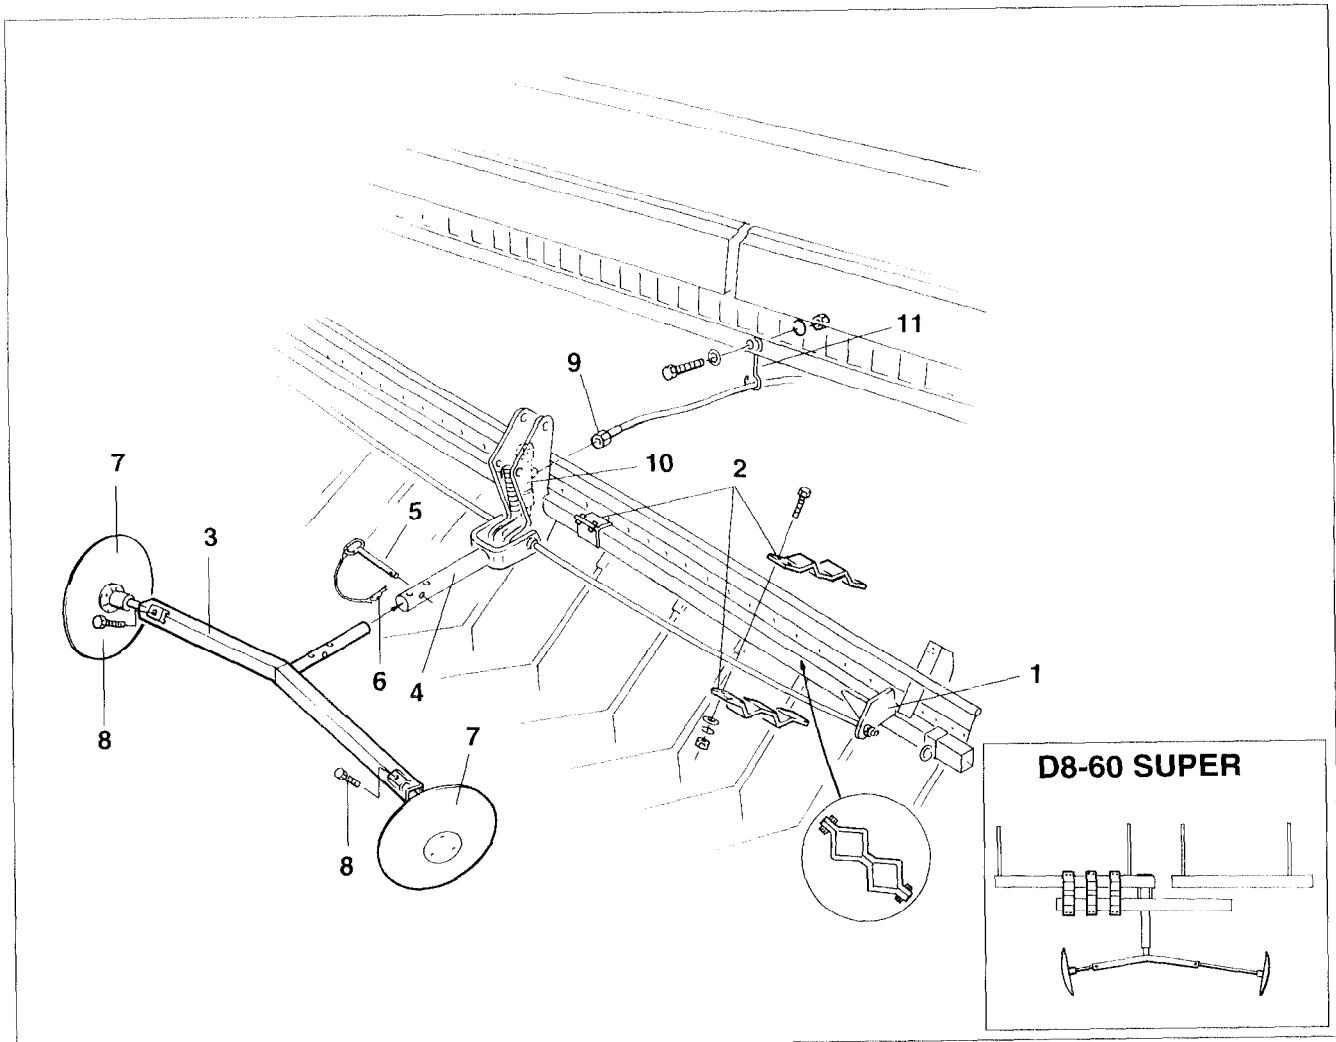
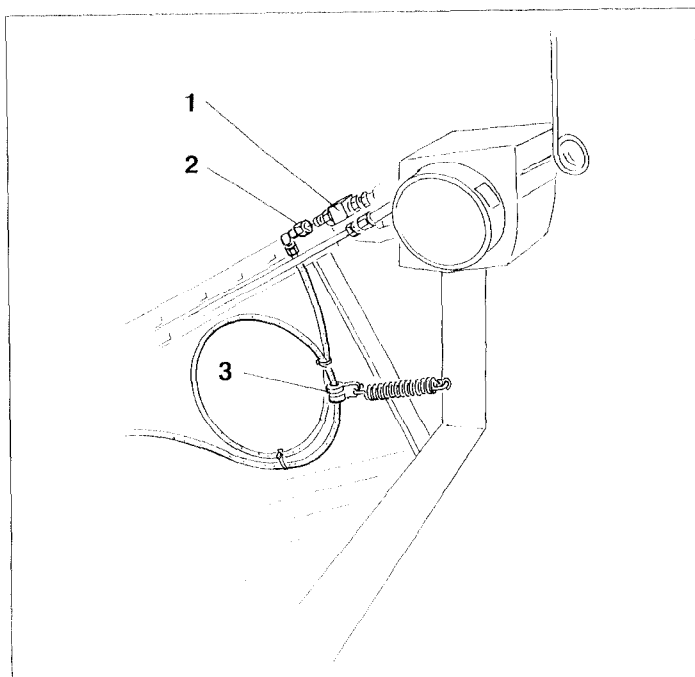

Fig. 14.3
Fig. 14.4
- Anbauträger (Fig. 14.3/1) mit Klemmleisten (Fig. 14.3/2) mittig am Exaktstriegel befestigen.
Bei Sämaschinen D8-60 SUPER ist der Anbauträger versetzt (siehe Fig. 14.3) am linken Exaktstriegel zu befestigen.
- Spurscheibenträger (Fig. 14.3/3) in die Aufnahme (Fig. 14.3/4) stecken und mit Steckbolzen (Fig. 14.3/5) und Federstecker (Fig. 14.3/6) sichern.
- Spurscheiben (Fig. 14.3/7) in den Spurscheibenträger (Fig. 14.3/3) stecken und mit Skt.-Schrauben (Fig. 14.3/8) festklemmen.
- Hydraulikschlauch (Fig. 14.3/9) am Hydraulikzylinder (Fig. 14.3/10) anschließen.
- Am Schaltkasten der Särad-Fahrgassenschaltung ist ein Steuerventil (Fig. 14.4/1) befestigt.
- Hydraulikschlauch (Fig. 14.3/9) durch die an der Trichterschiene befestigte Führungsöse (Fig. 14.3/11) ziehen und Hydraulikschlauch (Fig. 14.4/2) am Steuerventil (Fig. 14.4/1) anschließen.
- Hydraulikschlauch (Fig. 14.4/2) mit Schlauchschelle (Fig. 14.4/3) und Feder am Rahmen der Sämaschine befestigen.
Hydraulikschlauch (Fig. 14.4/2) so verlegen, daß der Schlauch durch die Bewegung des Exaktstriegels nicht abreißen kann.